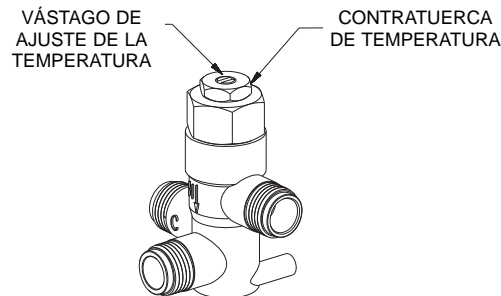

Figura 10
- CON UN DESTORNILLADOR DE PALETA, GIRE EL VÁSTAGO DE AJUSTE EN EL SENTIDO CONTRARIO AL DE LAS AGUJAS DEL RELOJ PARA AUMENTAR LA TEMPERATURA O EN EL SENTIDO DE LAS AGUJAS DEL RELOJ, PARA DISMINUIRLA (FIGURA 10).